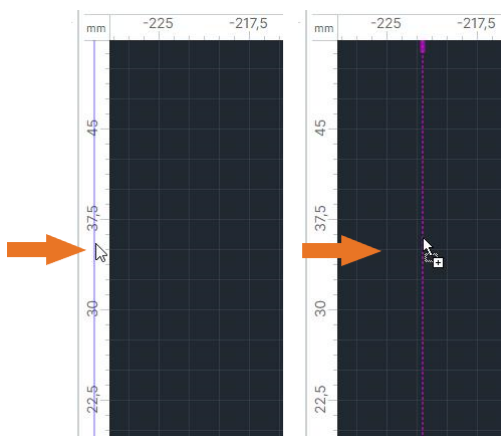

Рис. 198 Размещение направляющих линий
2. Удерживая кнопку мыши, переместите курсор в рабочую область и отпустите кнопку после того, как линия будет размещена в выбранном месте, см. Рис. 198.